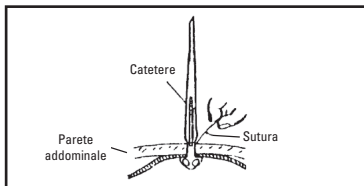

Figura 7
- Afferrare l'estremità libera della striscia da eliminare (materiale per sutura nero sull'estremità distale della striscia rossa) e tirare verso l'alto lungo la striscia rossa (in direzione contraria rispetto al paziente) (Figura 7).